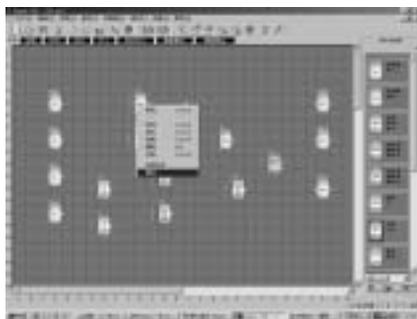

图 4.7 功能块操作菜单
1. 在功能块程序编辑窗体内，鼠标左键双击某个功能块，或选中一个功能块后点击鼠标右键，则弹出一个编辑菜单，再点击此菜单中的“属性...”。如图4.7所示：